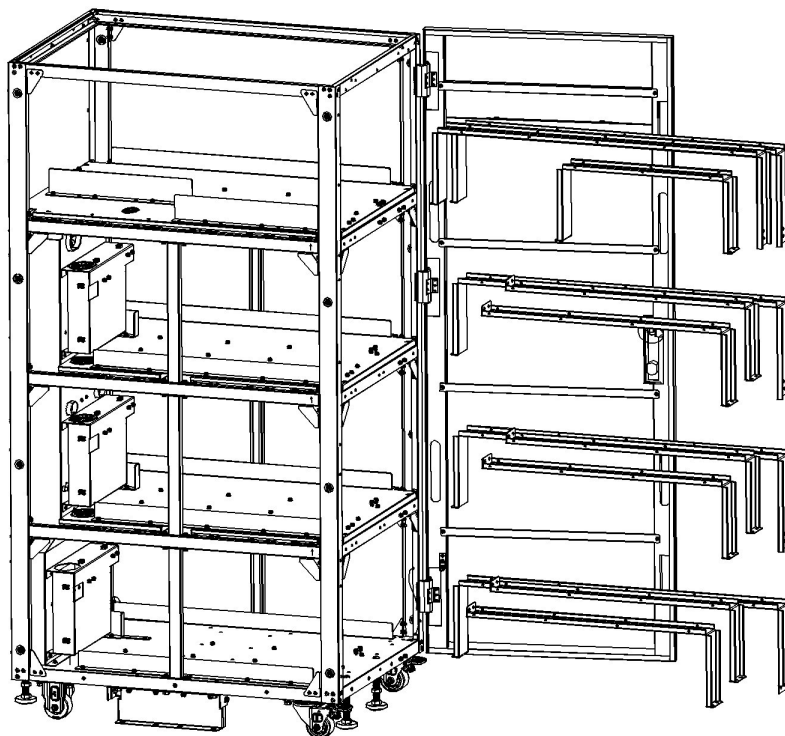

Figura 5-45
3. Retire todos los tornillos de los soportes de retención de la batería y retire los soportes de retención (Figura 5-45).